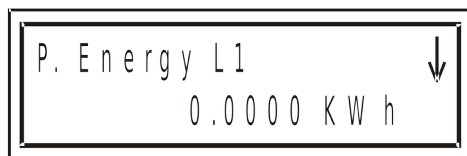

Рис. 37
3. Выберите пункт P Energy для отображения активной энергии. Нажмите **Enter**, на дисплее появится экран значений активной энергии. Используйте кнопки \downarrow \uparrow , чтобы посмотреть активную энергию во всех трех фазах и суммарную активную энергию (рис. 37):